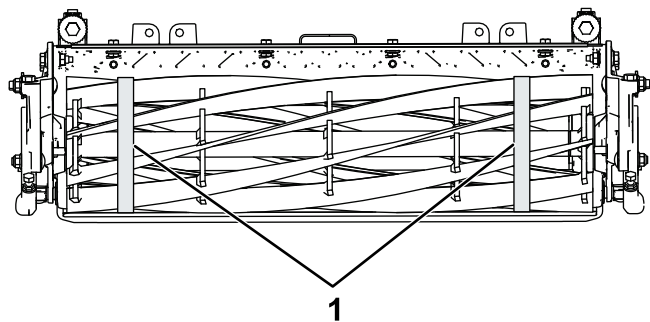

图 41
- 用直径卷尺测量滚刀两端的外径图 41 两端之间的外径差应小于 0.250mm。如果差异较大请进行研磨以修正差异。